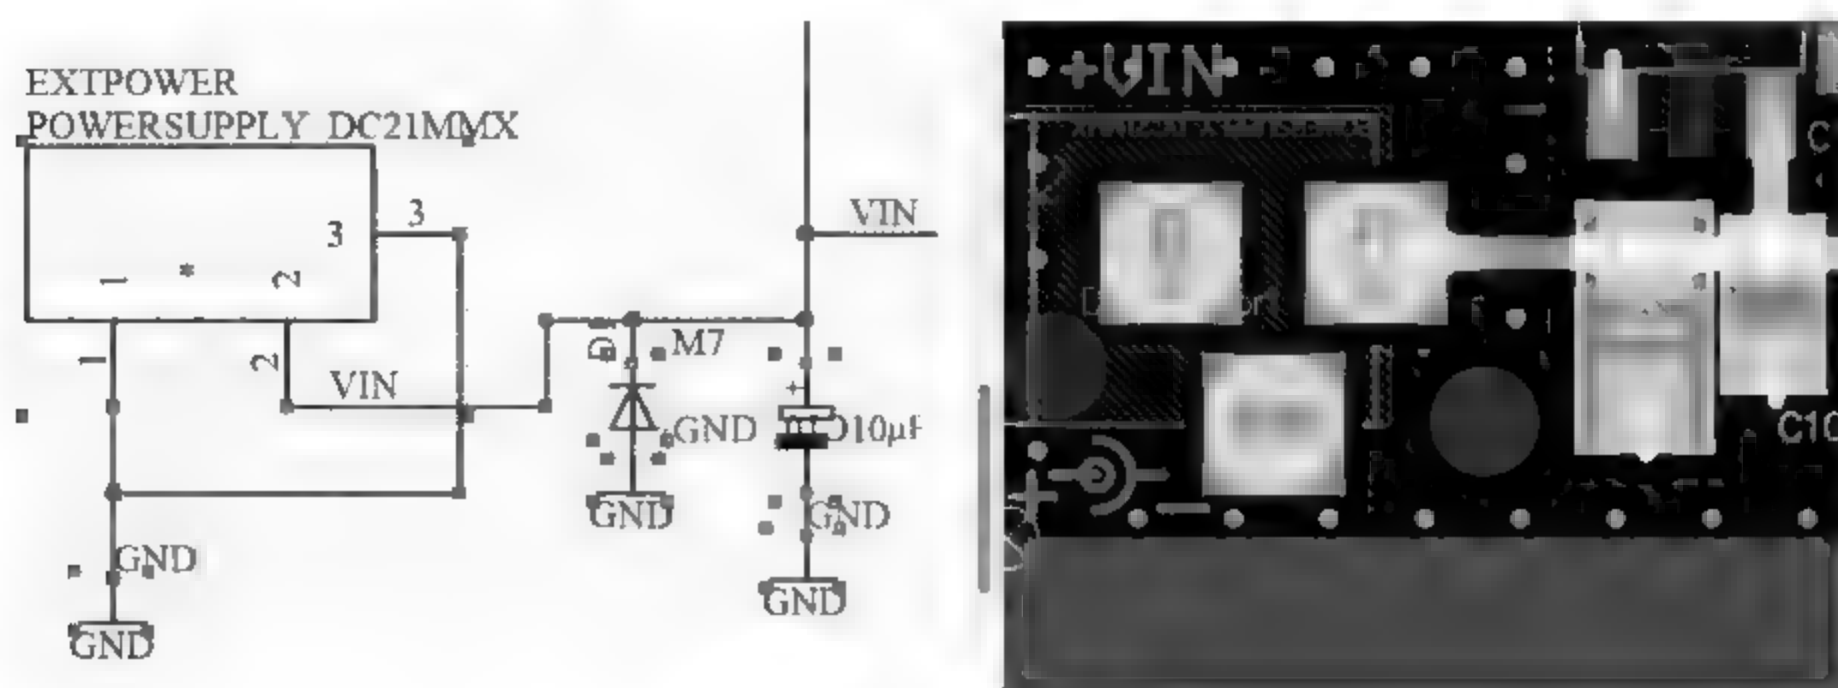

图 8-44 交互式选择
10. 交互式布局的时候,在原理图中选中元件,PCB 中相应的元件和网络都会高亮,如图 8-44 所示。如何操作才能只选中元件?